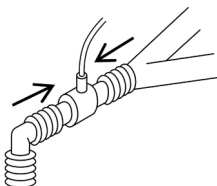

Figura 1
1. Conecte el adaptador de vías aéreas en el extremo proximal del circuito respiratorio entre el tubo endotraqueal y la sección Y del ventilador, como se muestra en la Figura 1.